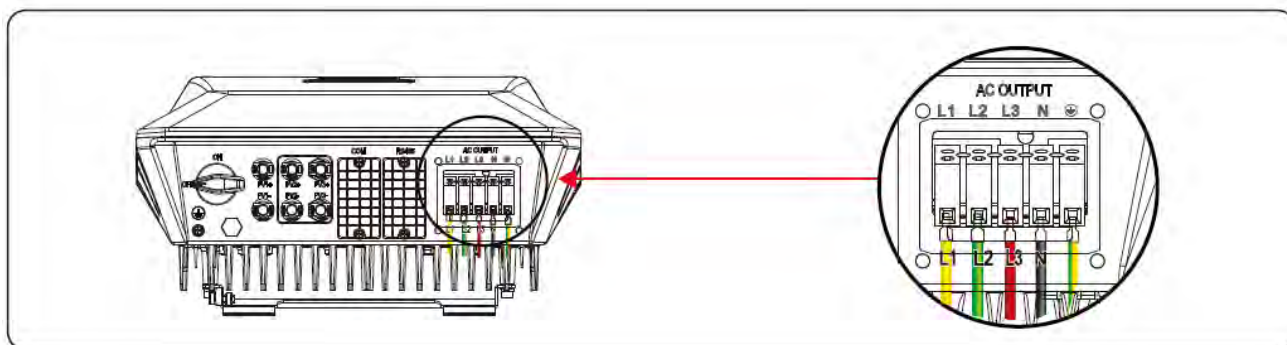

Figura 5.7 Serraggio del cavo CA
**Fase 4** Collegare il cavo di uscita CA a L1, L2, L3, N ed E sulla morsettiere CA, serrarli con un cacciavite e la coppia richiesta è di 1,5 N-m, come illustrato nella Figura 5.7.